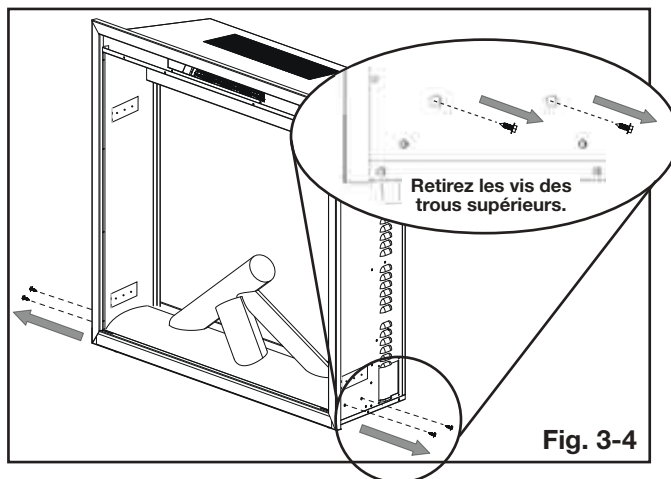
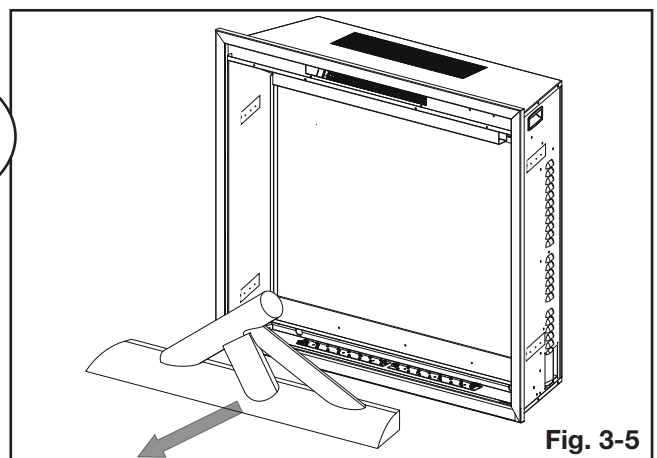

Fig. 3-4
Fig. 3-5
4. **POUR NEFB36H-BS-1 UNIQUEMENT:** Retirez les 4 vis qui maintiennent l'ensemble de bûches en place (**Fig. 3-4**) puis retirez délicatement l'ensemble de bûches. Mettez de côté la bûche (**Fig. 3-5**) et jetez les 4 vis.